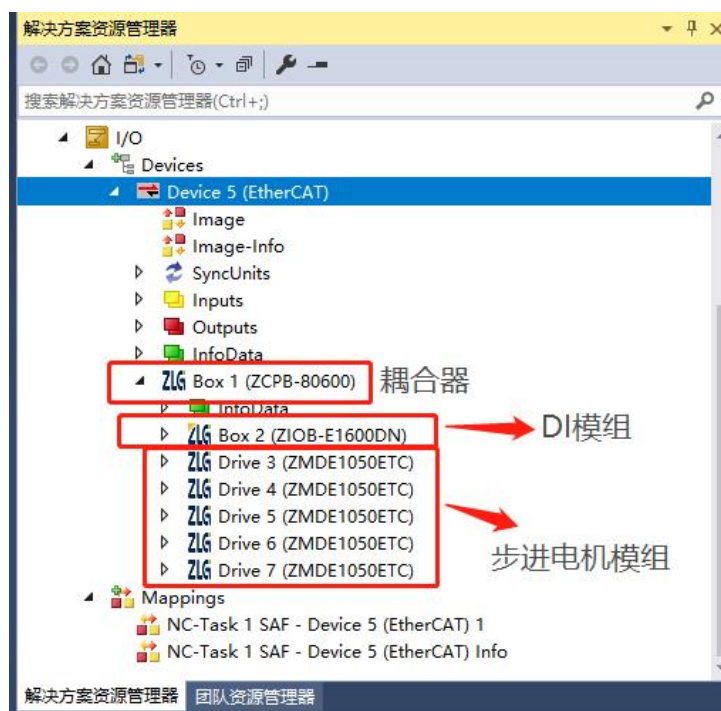

图 4.4 扫描从站设备
(5) 成功创建项目后，在工程目录下，找到 I/O 选项下的 Devices 子选项，鼠标右键 Devices 点击 Scan。自动扫描从站设备，弹框全部选择 OK 或者是。这时会显示有 1 个 ZCPB-80600 耦合器、5 个 ZMD-E1-050-ECT 步进电机模组和 1 个 ZIOB-E1600DN 模组如图 4.4 所示。